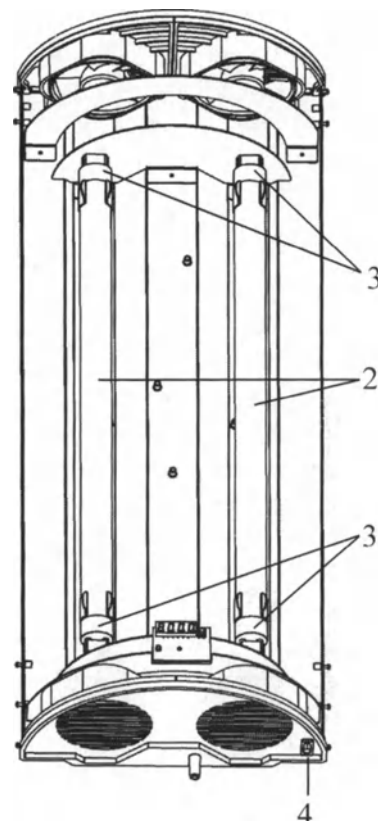

Рисунок 5 Замена бактерицидных ламп
3. Открутить винты крепления декоративных накладок и защитного кожуха (Рис.5 поз.1).
- открутить винты (Рис.5 поз.1)
- снять вышедшие из строя или отработавшие ресурс УФ-лампы (Рис.5 поз.2).
- установить новые лампы в электрические патроны (Рис.5 поз. 3).
- включить тумблер «Сеть» (Рис.5 поз.4) – положение «I».